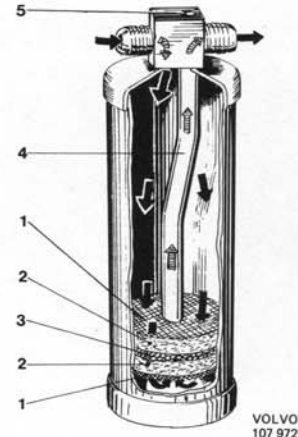

Abb. 22 Kältemittelentfeuchter
Der Kältemittelentfeuchter hat nicht nur die Aufgabe, den evtl. Wassergehalt der Flüssigkeit zu absorbieren, sondern er dient zugleich auch als Speicher für das flüssige Kältemittel, bevor dieses zum Expansionsventil weiterbefördert wird. Die feuchtigkeitabsorbierende Substanz (3, Abb. 22), durch welche das Kältemittel beim Austritt aus dem Entfeuchter passieren muß, ist zwischen zwei Filterplatten (2) gelagert.